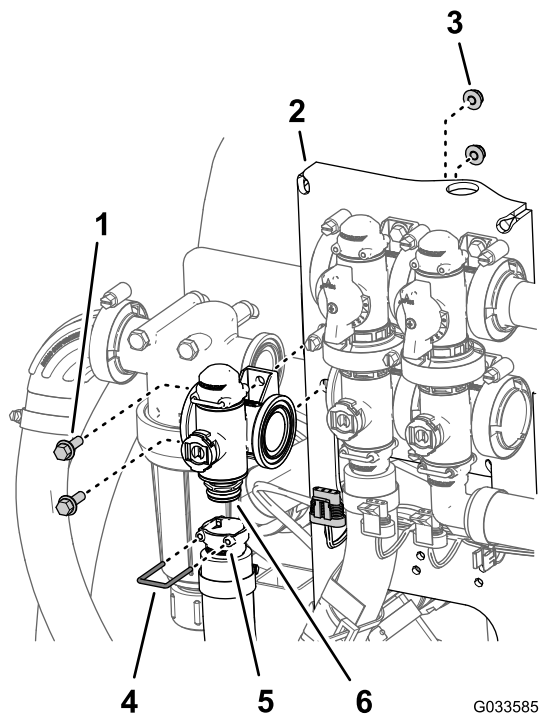

Bild 114
2. Entfernen Sie den Halter, mit dem das Auslaufanschlussstück an der Verteilerkupplung für das Dosierungsregelventil befestigt ist (Bild 114).
- Entfernen Sie die zwei Bundkopfschrauben ($\frac{1}{4}$ " x $\frac{3}{4}$ ") und zwei Sicherungsbundmutter ($\frac{1}{4}$ "), mit denen das Dosierungsregelventil an der Ventilbefestigung befestigt ist, und entfernen Sie den Ventilverteiler von der Maschine (Bild 114).